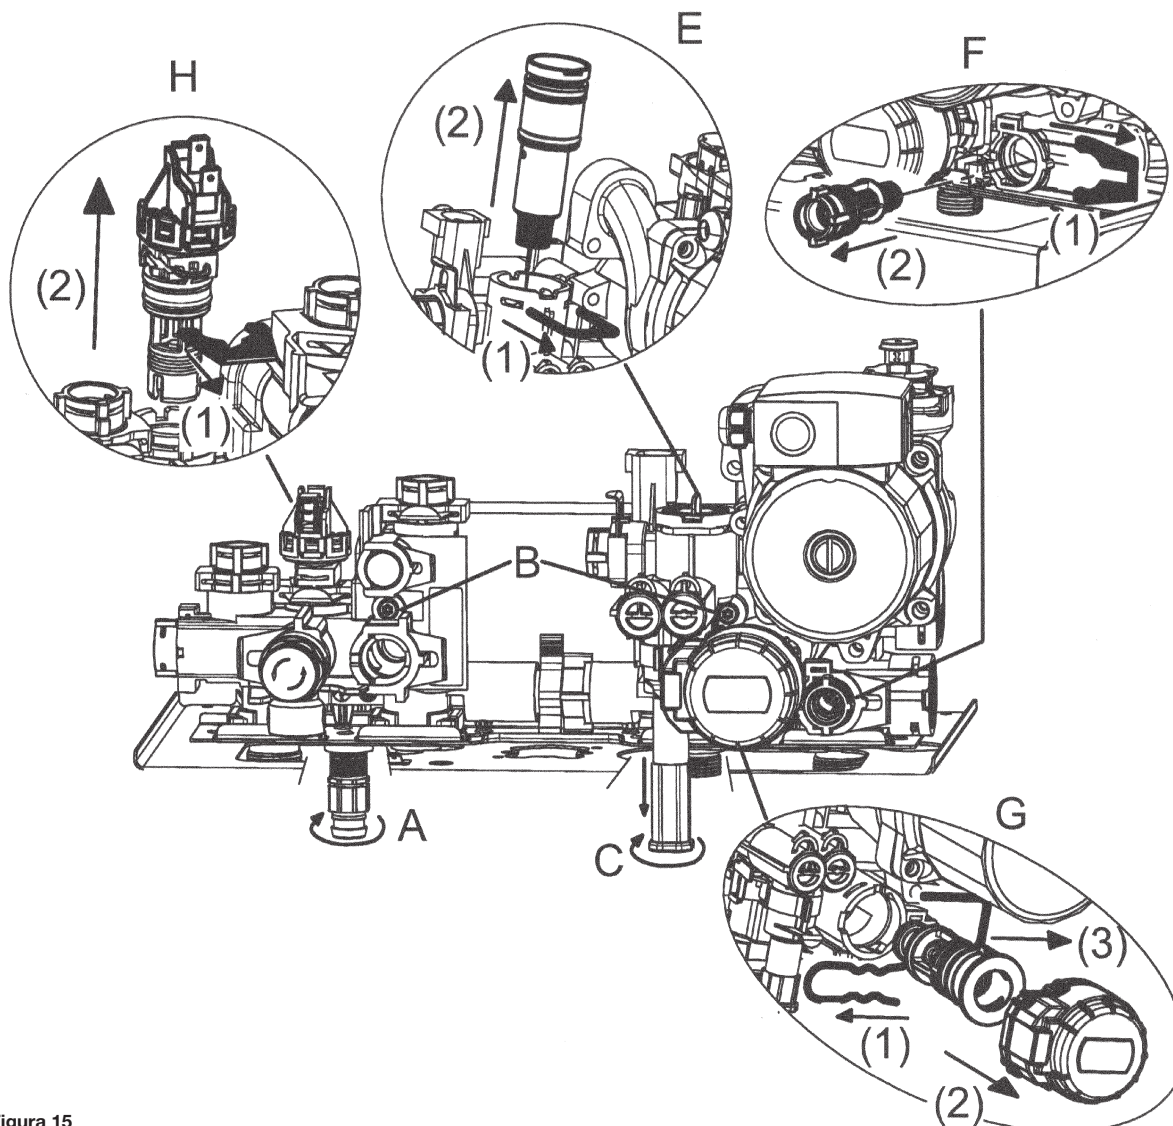

Figura 15
- vaciar el agua contenida en el circuito de calefacción abriendo el grifo A de la figura 15;
- antes de sacar el cartucho del filtro de calefacción es necesario desmontar el motor de la válvula de 3 vías (1-2G - figura 15);
- Quitar la grapa 1E de la figura 15
- Quitar el filtro (2E figura 15).